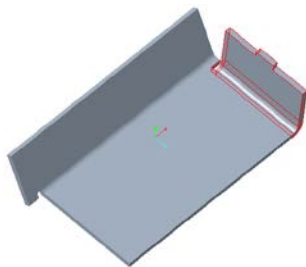

图 1-111 完成第二个连接平整壁
(7) 单击“平整”选项卡中的 (完成) 按钮，完成第二个连接平整壁的钣金件效果如图 1-111 所示。